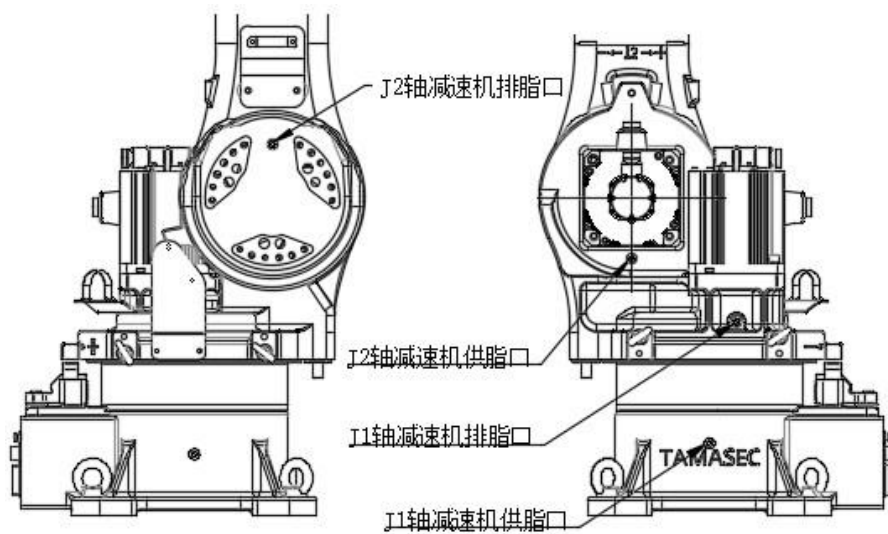

图3.1 更换润滑油， J1 J2轴减速机
- 3) 移去润滑油排油口的内六角螺塞 M10X1，见图 3.1、3.2、3.3。